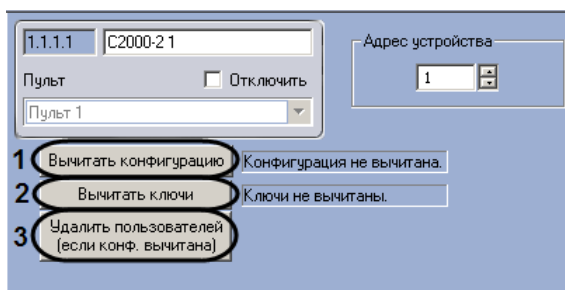

Рис. 3.3—26 Панель настроек объектов С2000-2, С2000-4
2. Нажать кнопку **Вычитать конфигурацию** (см. Рис. 3.3—26, 1).
3. Нажать кнопку **Вычитать ключи** (см. Рис. 3.3—26, 2).